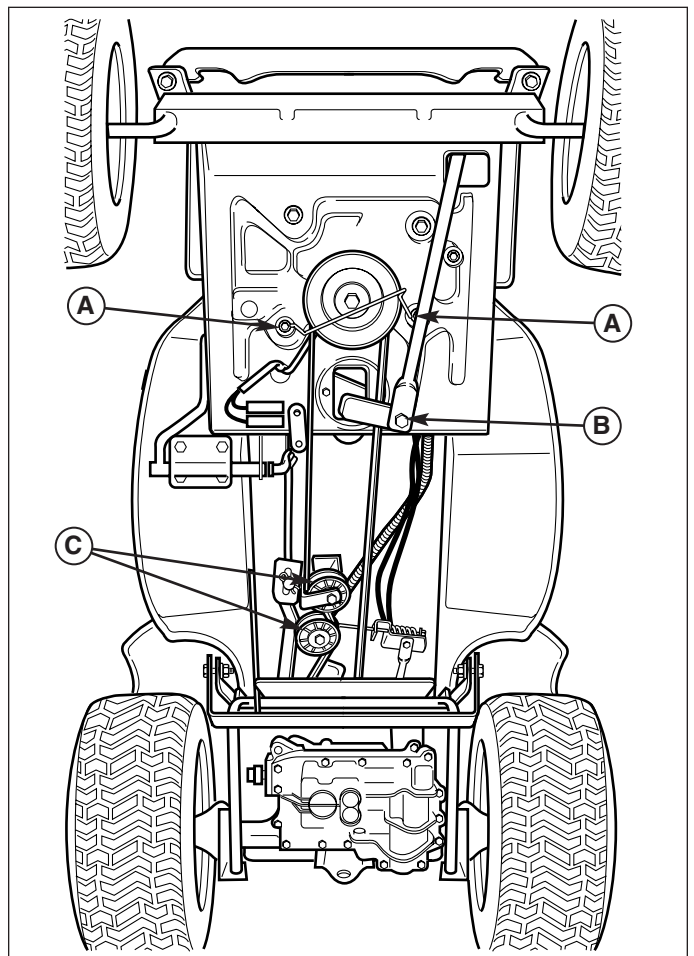

Figure 41. Remplacement de la courroie de transmission
3. Retirer les écrous de fixation du guide de courroie de la poulie de moteur (A, Figure 41).
4. Retirer la boulonnerie de la barre de rappel arrière (B, Figure 41). Lors du remontage, appliquer un composé pour verrouillage de filet sur l'écrou avant de le serrer.
6. Noter l'emplacement du guide de la courroie de galet tendeur. Desserrer la boulonnerie de fixation des galets tendeurs (C, Figure 41).
7. Avec précaution, faire passer la courroie par-dessus la poulie de la transmission et la dégager des galets tendeurs (C, Figure 41).